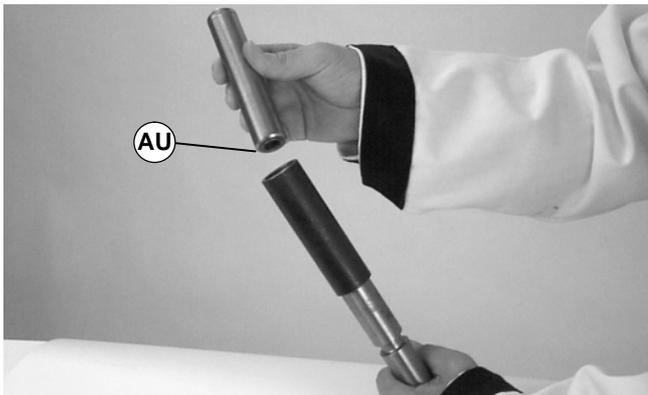

Abbildung 40
- Das offene Ende der Welle (AU siehe Abbildung 40) in die Hülse plazieren.